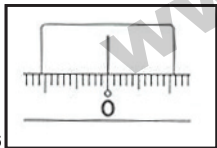

Рис.16
2) Наведите на точку А и вращайте лимб „9” до совмещения индекса с отсчетом 0° . (Рис.16)